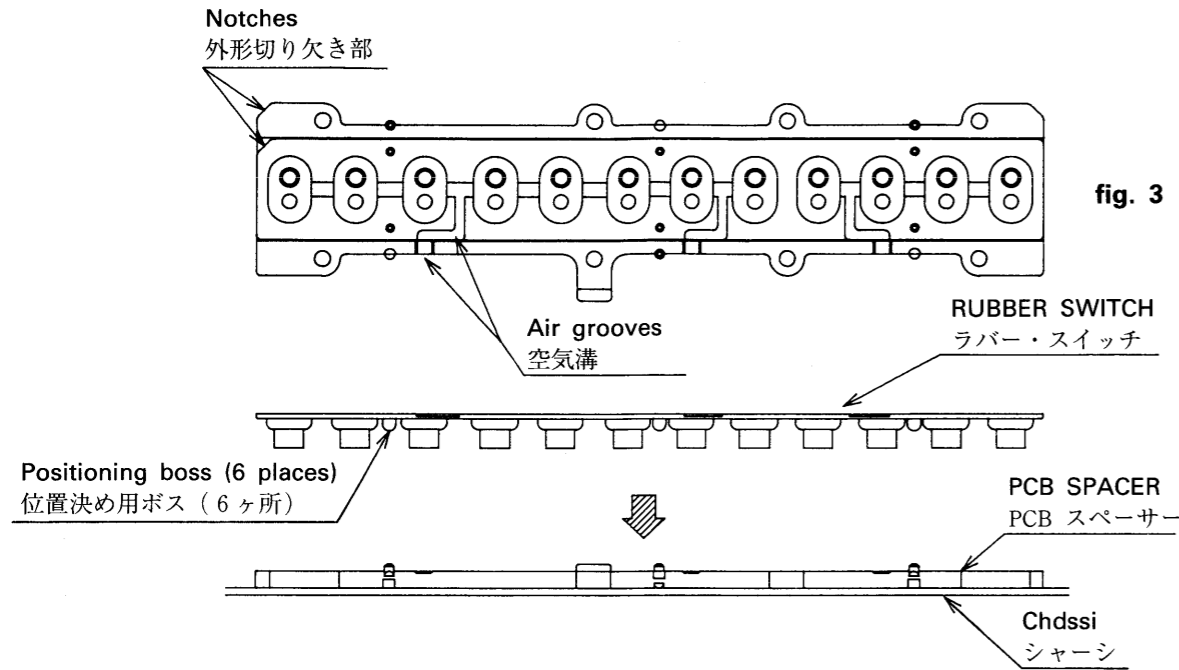

fig. 4
2) Then, locate the bosses of the Rubber Switches in the round holes of the Spacers, and as done for the Spacers, put Rubber Switches 12P and one Rubber Switch 13P in order, starting on the lower tone side. At this time, carefully match the positions of the Rubber Switches, Spacer notches and air grooves. (See fig. 3 and fig. 4.)
2) 次に、SPACER の丸穴部に RUBBER SWITCH のボスを位置決めして、SPACER と同様に低音側より順に RUBBER SWITCH 12P を4個、RUBBER SWITCH 13P と置いていきます。この際、RUBBER SWITCH と SPACER の外形切り欠け部、及び空気溝の位置が合うように注意してください。（fig.3 fig.4 参照のこと）